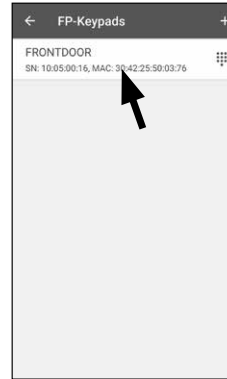

Abb. 58
② Anschließend wählen Sie die Tastatur mit dem Fingerprintsensor aus, mit der Sie den Fingerabdruck in die App einspeichern möchten (Abb. 58).
③ Schalten Sie die Tastatur ein und geben Sie den 4-stelligen Sicherheitscode der Tastatur ein (siehe Zeile „SCD“ auf dem QR-Code-Sticker des Keypads).
④ Halten die nach Eingabe des Codes, die Close-Taste 5 Sekunden lang gedrückt, bis sich an der Tastatur die LEDs im Uhrzeigersinn bewegen.